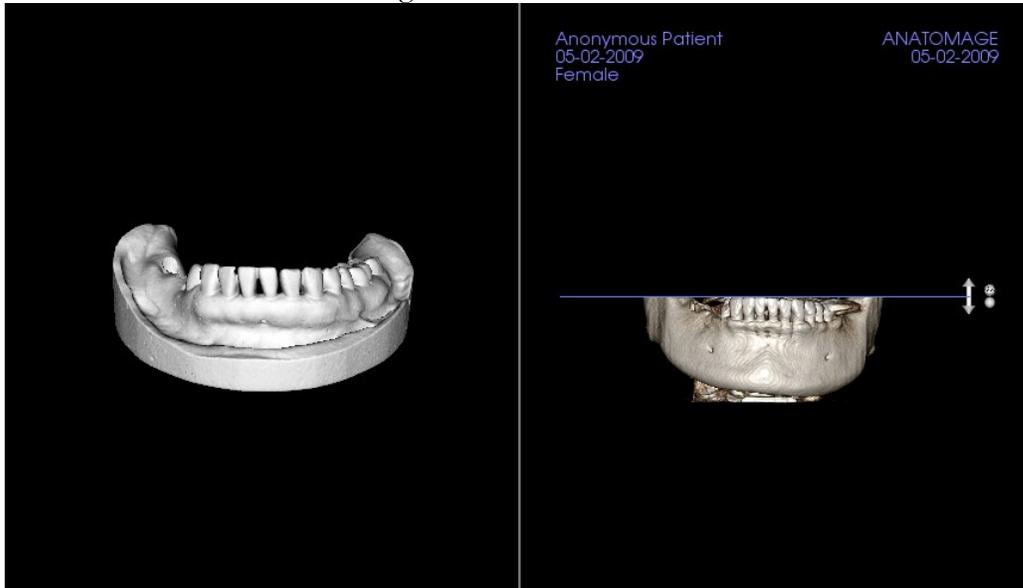

Abbildung 1
- **Registrieren Sie sich bei CT:** Damit wird der erste Schritt zur Registrierung der STL-Datei beim DCM eingeleitet. Der Dialog (rechts, unten) zeigt die drei Schritte, die zum Abschluss der Registrierung erforderlich sind. Das Layout (Abbildung 1) zeigt die STL auf der linken Seite des Rendering-Fensters und das DCM auf der rechten Seite mit dem angrenzenden Ausschnitttool. Klicken Sie auf Hilfe, um das eingebettete Dokument zu lesen, das beschreibt, wie verschiedene Fälle registriert werden können.